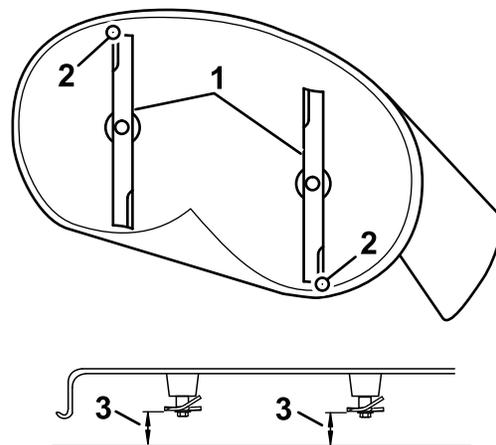

Рисунок 65
4. Осторожно поверните ножи так, чтобы они были расположены в продольном направлении (Рисунок 65).
5. Измерьте расстояние от конца переднего ножа до плоской поверхности и от конца заднего ножа до плоской поверхности (Рисунок 65).